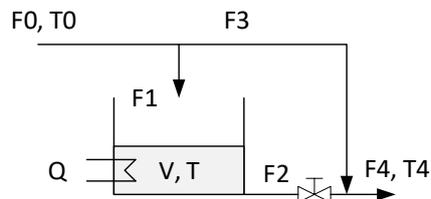

Figura 3: Tanque con descarga gravitatoria, calefacción y derivación.
4. Un tanque abierto con descarga gravitatoria (Figura 3) está en estado estacionario para una apertura de la válvula de descarga igual a 0.5. La válvula de descarga es lineal. La presión de descarga es la atmosférica. El nivel del líquido, agua, es 0.8 m. El diámetro del tanque es de 1.5 m. El tanque es calentado por un serpentín por el cual circula vapor saturado a 130 °C. La corriente F0 tiene un caudal igual a 40 litro/min y una temperatura de 25 °C. Esa corriente se divide en todo momento en partes iguales para originar F1 y F3. El serpentín está en la base del tanque. La temperatura del tanque es 50 °C. Grafique la evolución del nivel L y de las temperaturas T y T_4 cuando se provoca una disminución instantánea del 25 % en el caudal de F_0 a los 10 min de iniciada la simulación en el estado estacionario descrito. Determine el nuevo estado estacionario que alcanza el sistema. Informe C_v ($m^{3.5}/kg^{0.5}$), UA_s ($W/°C$), L (m), T ($°C$) y T_4 ($°C$) para ese estado estacionario.